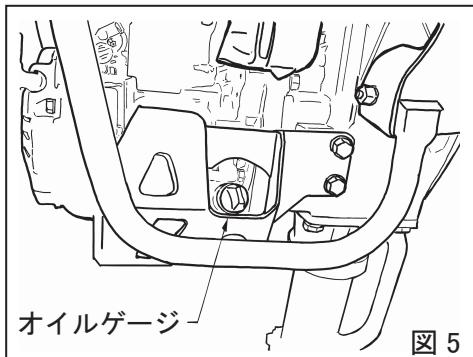

図 5
- 7.5 燃料タンクへレギュラーガソリン(無鉛)を入れると同時にエンジンオイルも点検し早めに補充して下さい。潤滑油量が少ないと、運転中の消耗により、エンジン焼き付きを起こします。(図5)